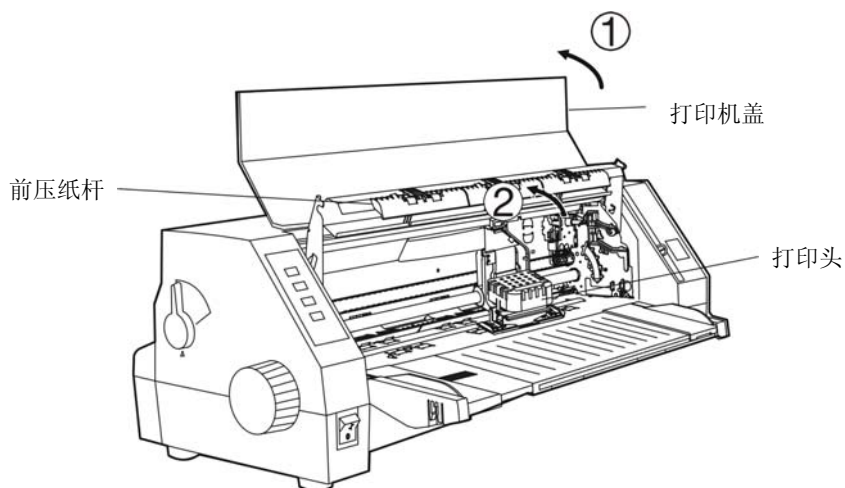

图 2-7 打开打印机盖
3. 向外拉起前导纸器压纸杆，将其置于打印机前上方（如图 2-7 所示）。